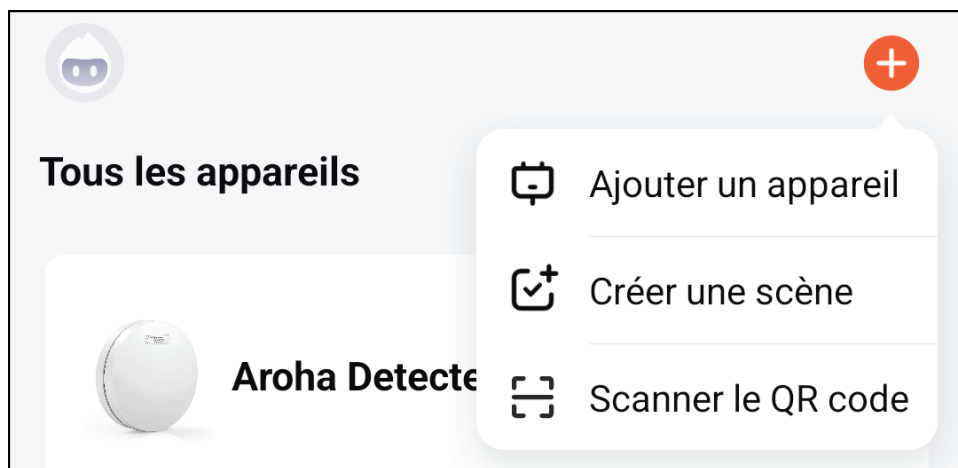

Figure 1 : Ajouter un appareil dans l'application
**Étape 5:** Cliquez sur le "+" dans le coin supérieur droit de l'écran d'accueil de l'application. Choisissez ensuite "**Ajouter un appareil**", comme vous le voyez sur la figure 1. L'application recherchera désormais automatiquement les appareils en mode couplage. Suivez les étapes décrites dans l'application.